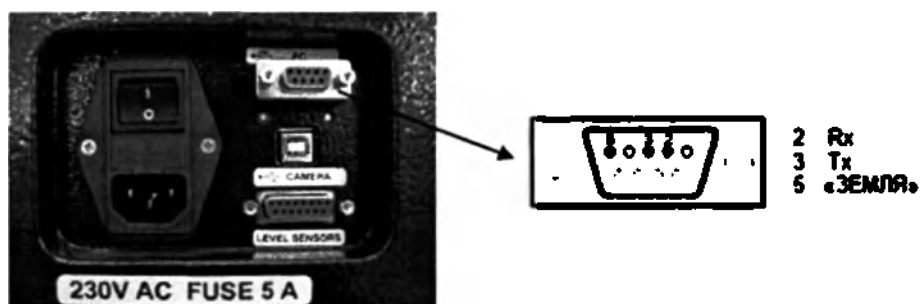

Рисунок 8
7.12 Анализатор оснащён последовательным портом RS232 для подключения персонального компьютера (Рисунок 8). Последовательный кабель имеет два 9-ти контактных разъёма для прямого подключения.